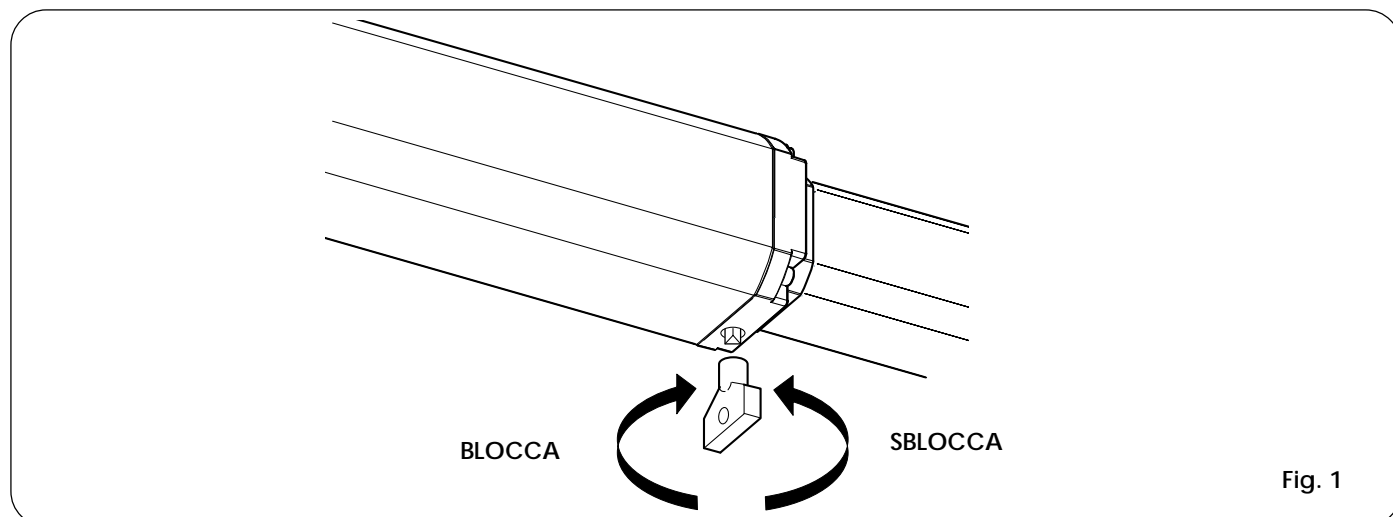

Fig. 1
- Inserire l' apposita chiave triangolare nella vite di sblocco posizionata nella parte inferiore della flangia (Fig. 1).
- Per ribloccare l' operatore ruotare, in senso orario, fino all'arresto, la chiave di sblocco (Fig. 1).